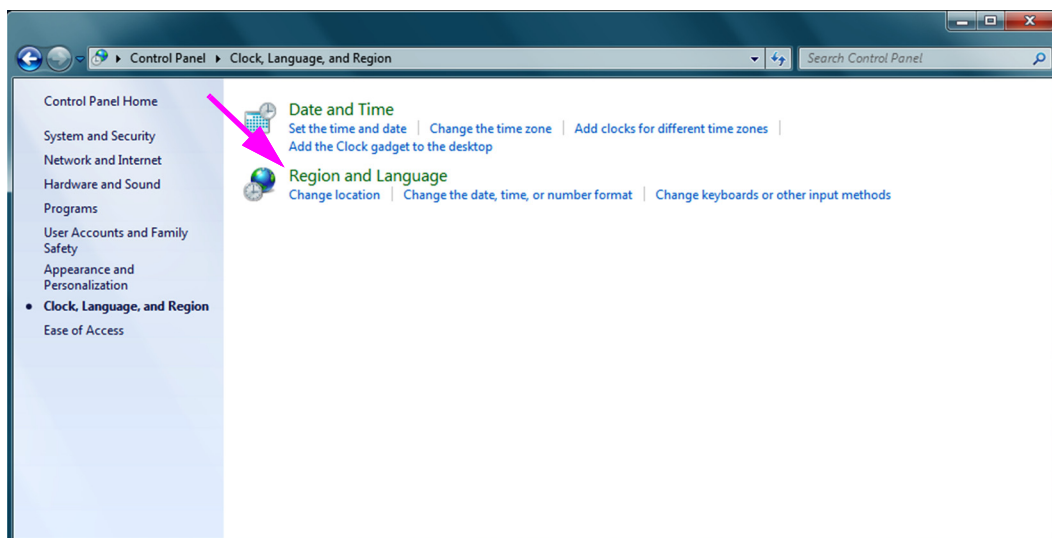

图 C-2. Clock, Language, and Region（时钟、语言和区域）窗口
4. 出现 Clock, Language, and Region（时钟、语言和区域）（请参见图 C-2）。单击 **Region and Language**（区域和语言）。